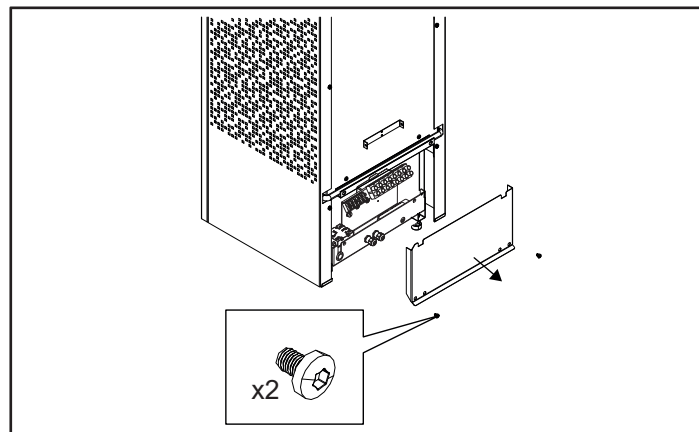

Fig 8: Lossa inkopplingsluckan
2. Lossa skruvarna på luckan, se Fig 8.
5. Sätt tillbaka luckan och skruva i skruvarna (se Fig 8).